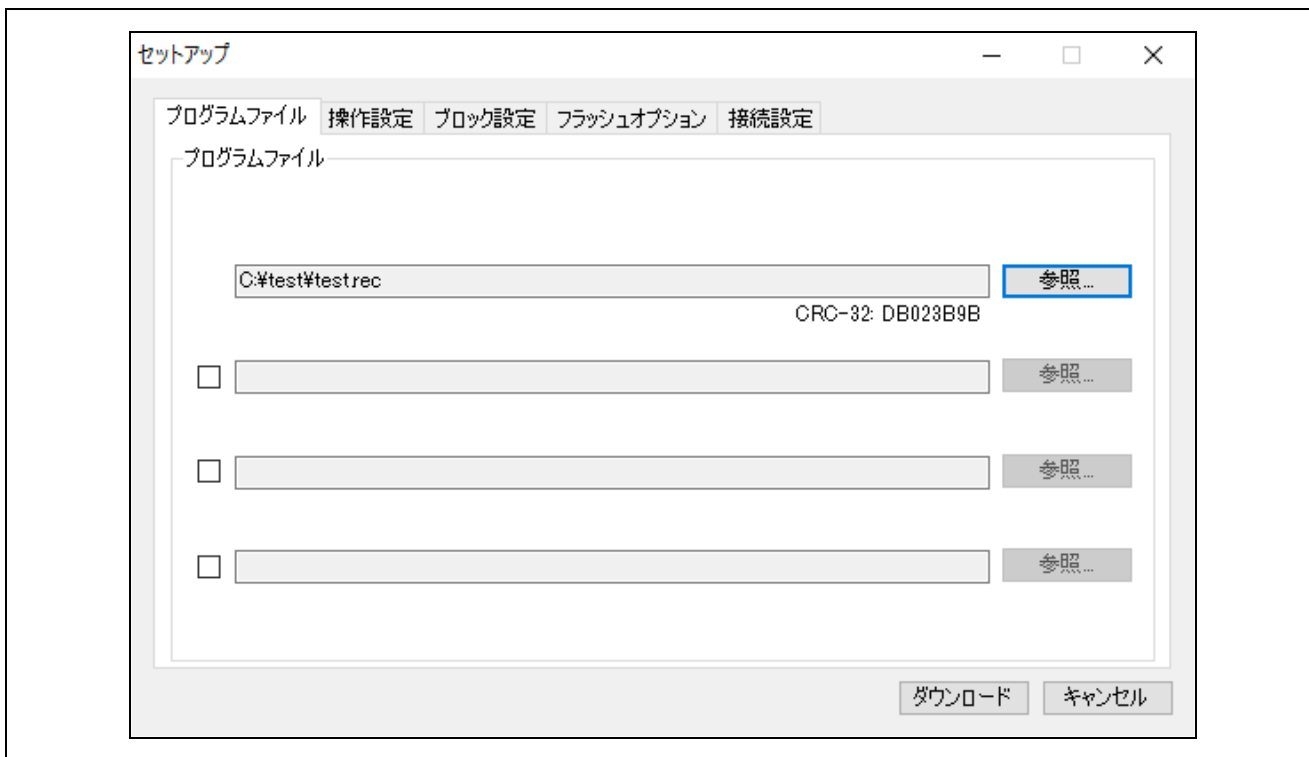

図 4.22 プログラムファイルの設定
- ② 新規に ESF ファイルを作成します。ファミリー、グループ、ターゲットマイコン、設定情報を図 4.22 のように設定し、OK ボタンを押します。